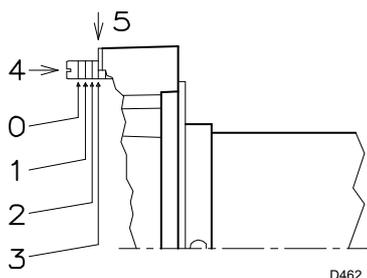
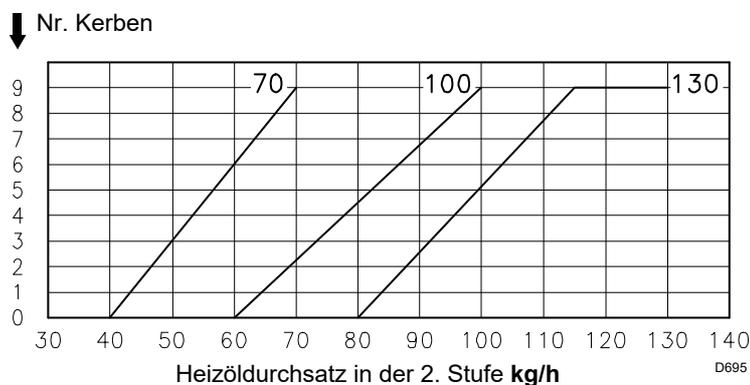

Abb. 13
Abb. 14
Die Schraube 4)(Abb. 13) so lange drehen, bis von der Kurve (F) angegebene Kerbe (Abb. 14) mit der vorderen Fläche des Flanschs 5)(Abb. 13) zusammenfällt.
Das Diagramm (Abb. 14) gibt an, dass der Brenner RL 70 für einen Durchsatz von 51 kg/h eine Regulierung des Flammkopfs um ungefähr 3 Kerben erfordert, so wie es auf der (Abb. 13) dargestellt wird.